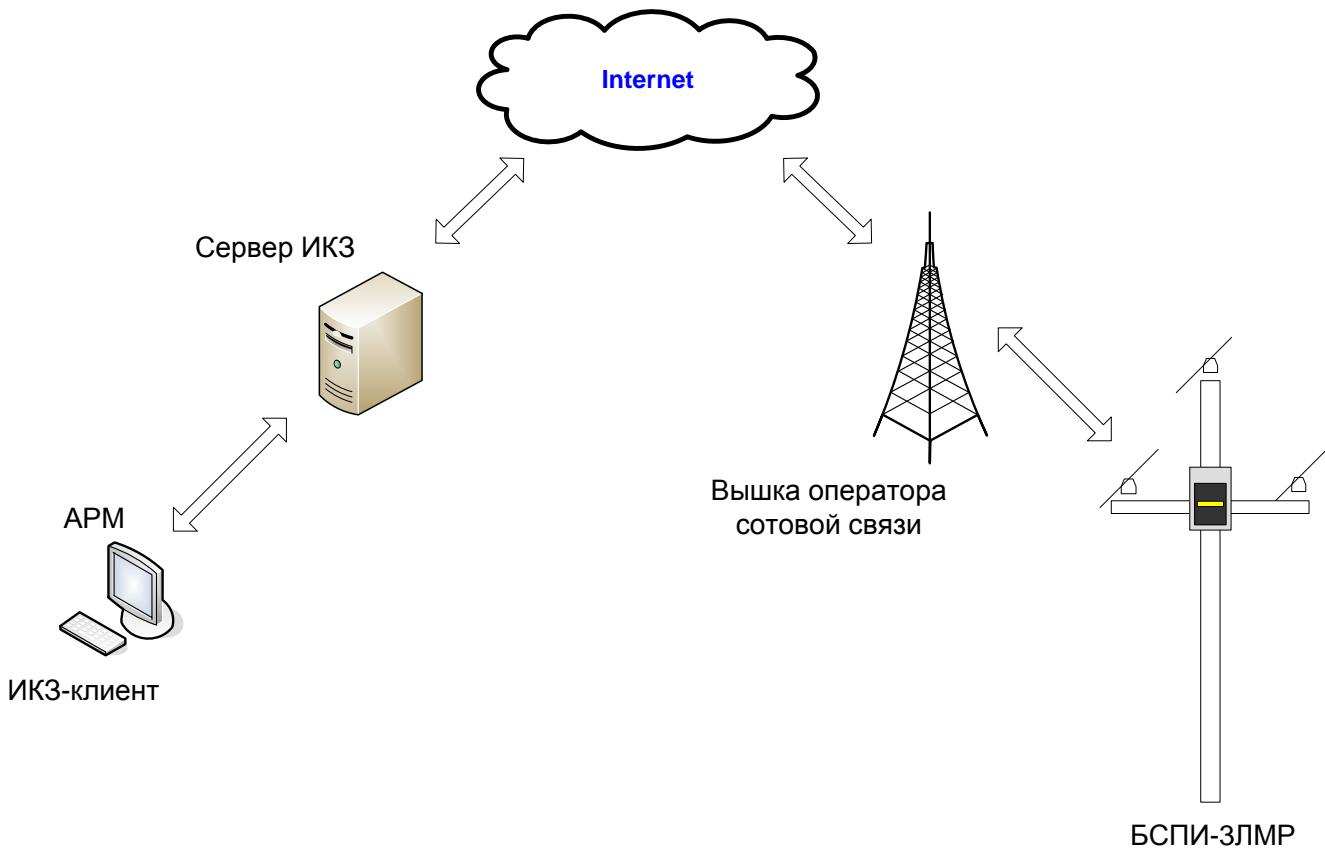

Рисунок 3 – Схема передачи данных
1.5.5 Значения замеренных параметров передаются с помощью канала GSM на сервер сбора и обработки данных (см. Рисунок 3). Диспетчер может получить данные, подключаясь к серверу или через собственную SCADA-систему, или используя программное обеспечение, поставляемое компанией АНТРАКС – «КОМОРСАН Web-клиент». Также данные можно считать при обходе ВЛ с помощью пульта дистанционного управления (см. документ «Переносной пульт управления на базе смартфона для ИКЗ-В3хЛ. Руководство пользователя»).